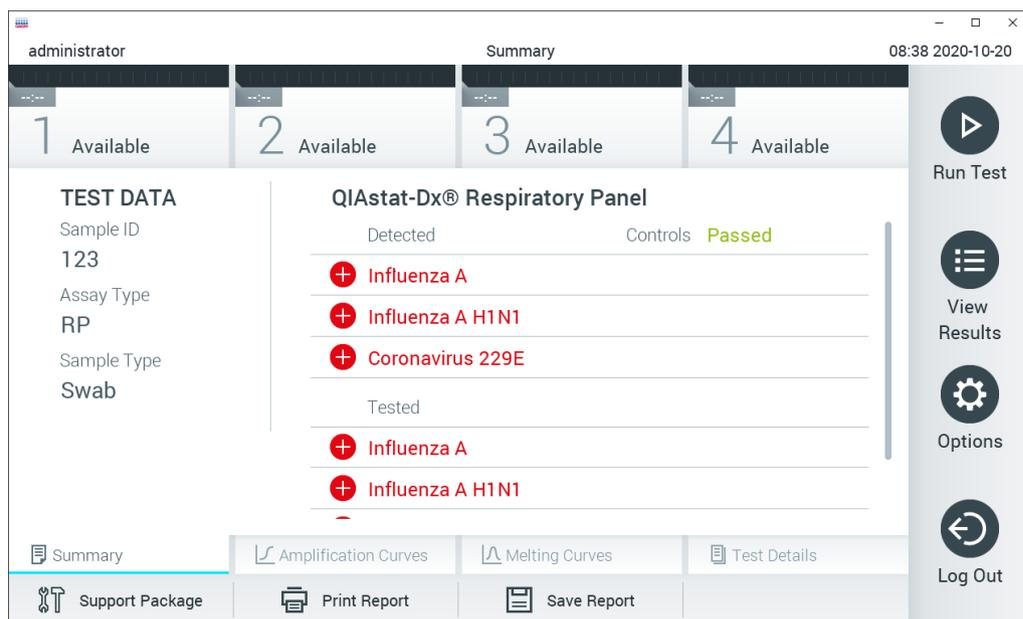

図 30. 結果サマリー画面。
11. QIAstat-Dx assay cartridge がイジェクトされた後に、結果サマリー画面が表示されます (図 30)。詳細は、セクション 5.4 を参照してください。